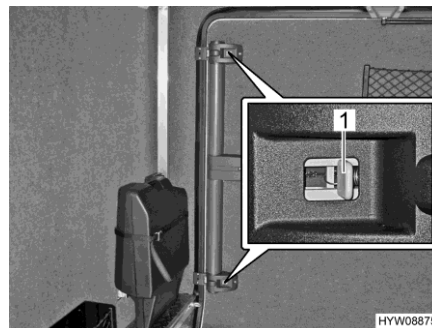

Bild 55 Garagedörr (nödupplåsning inifrån)
- Tryck den gråa spjällen (Bild 55,1) på det övre och nedre låset i riktning mot dörrens mitt.